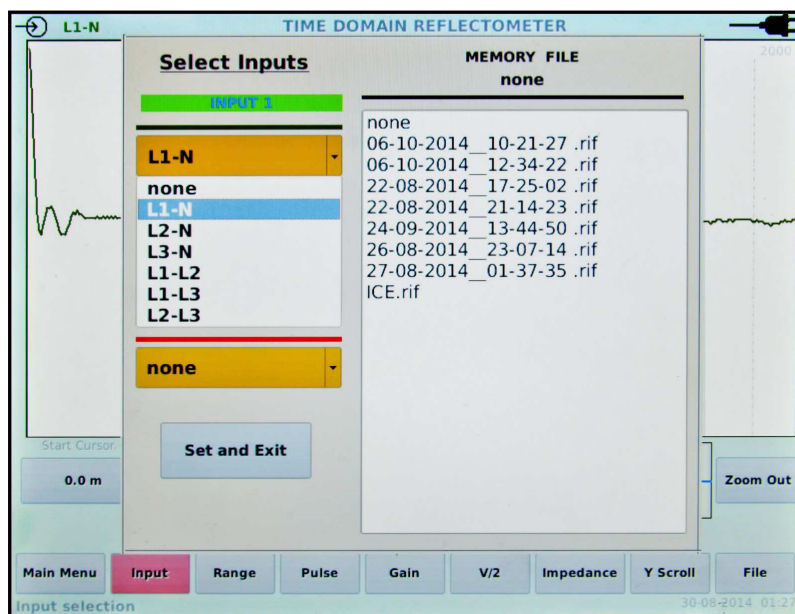

Рисунок 8 – Окно выбора входов «Select Inputs». Выпадающее меню для входа «Input 1»
2.2.9 Затем необходимо установить длительность зондирующего импульса (см. рисунок 8).